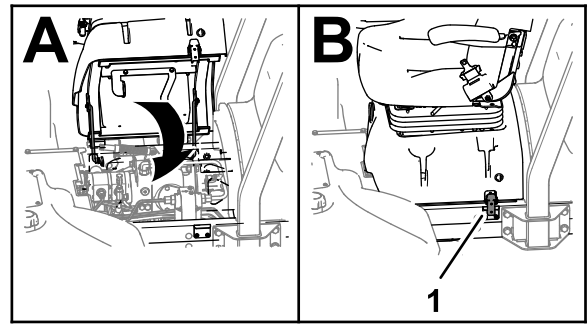

Figure 34
3. Baissez le siège et sa base et verrouillez la base (Figure 34).